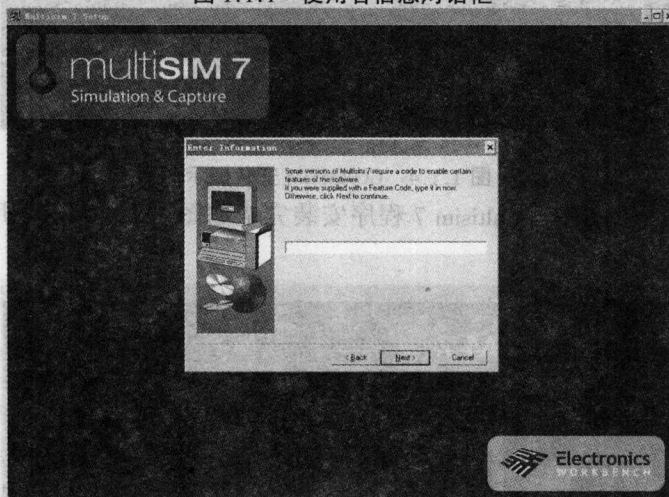
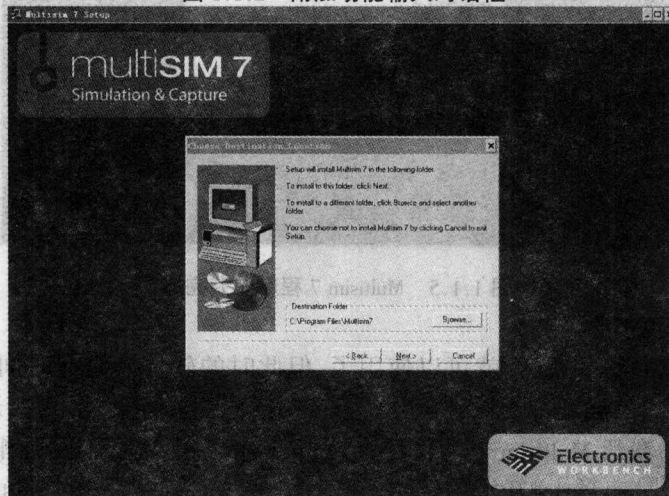

图 1.1.2 附加功能输入对话框
图 1.1.3 安装位置确认或更改对话框
(6) 程序会自动验证用户输入的信息是否有效, 在核查注册码有效后, 弹出附加功能码输入对话框如图 1.1.2 所示。
(7) 如果购买了附加模块, 会收到一个功能码, 如果没有购买附加模块可以省略这一步, 直接单击“Next”按钮继续。
(8) 弹出安装位置确认或更改对话框如图 1.1.3 所示, 选择合适的位置安装 Multisim 7 软件, 在这里用户可以任意改动程序的安装路径。完成后单击“Next”按钮。
(9) 安装完成后程序提示用户安装 Adobe Acrobat, 用户可以选择安装也可以不安装, 在线使用向导需要 Adobe Acrobat 5 以上版本的支持, 我们这里选择不安装, 单击“No”按钮。
(10) 如果用户之前没有安装过 Adobe Acrobat 系列则软件将提示不能打开用户向导。单击“确定”按钮。